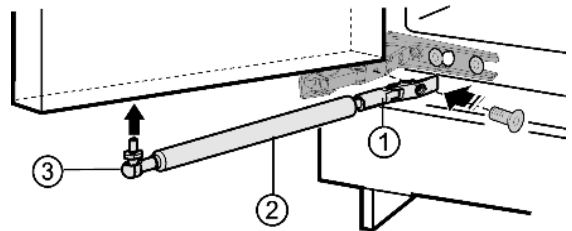

Fig. 5
- Halterung Fig. 5 (1) anschrauben.
- Kugelzapfen Fig. 5 (3) zusammen mit dem Schließdämpfer Fig. 5 (2) in die Befestigungsbohrung einschrauben.